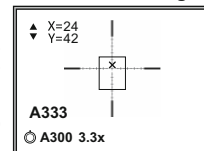

Fig.5
10) Ruotando il controller spostate la croce ausiliaria relativamente al reticolo perfino la croce ausiliaria non coincide con il punto d'impatto (vedi fig.5).